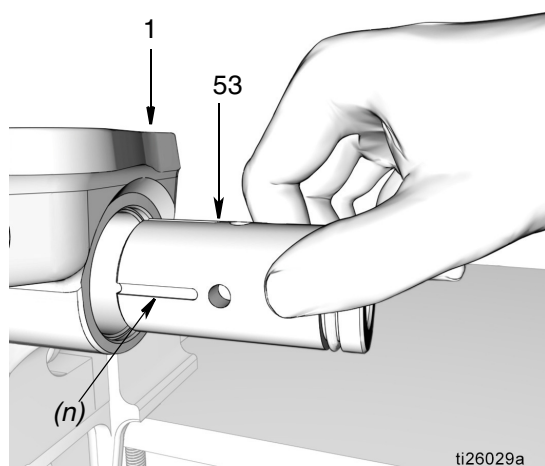

Рис. 44
- c. Установите элемент соединительной муфты насоса (53) в основание насоса (1). Для определения правильной ориентации при установке, смотрите Рис. 44.